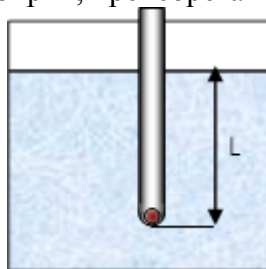

Рис. 3. К вопросу 6.
6. Груз на дне цилиндрической пробирки с площадью сечения S при погружении пробирки в жидкость удерживает ее в вертикальном положении. После погружения пробирки на некоторую глубину она начинает колебаться относительно положения равновесия. Пробирка, масса которой вместе с грузом равна m , в жидкости с плотностью ρ находится в равновесии, когда расстояние ее дна относительно уровня жидкости L . Определите период колебаний пробирки, пренебрегая вязкостью жидкости (рис. 3).